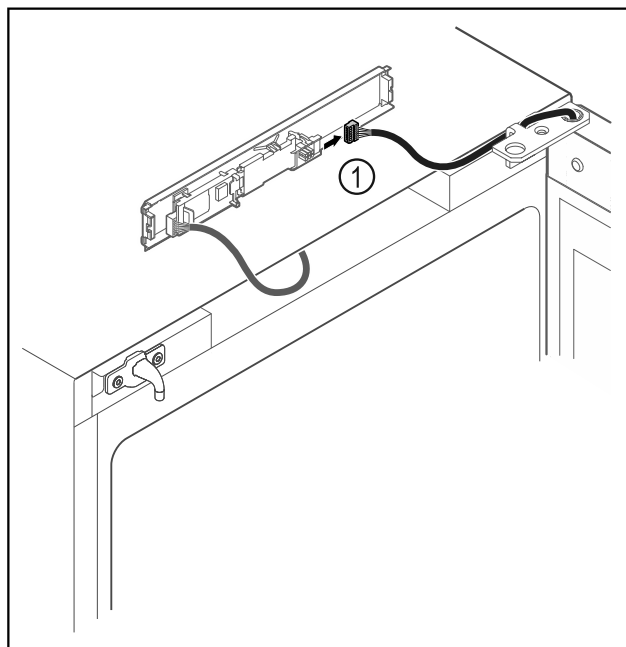

Fig. 10
- ▶ Отсоедините штекер Fig. 10 (1) от панели.